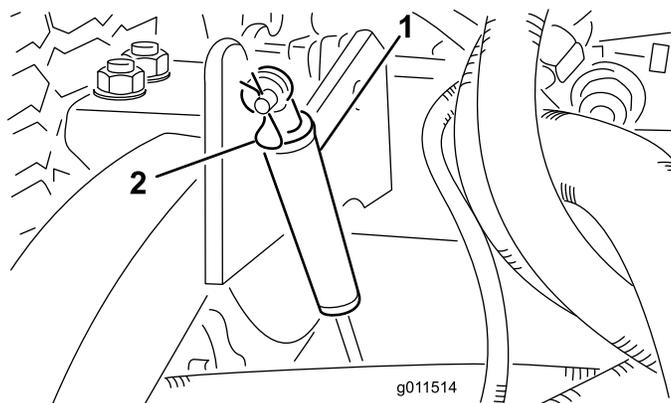

Figura 76
2. Retire o contrapino tipo grampo que fixa os amortecedores aos braços de elevação (Figura 76). Incline o amortecedor em direcção à caixa da plataforma.